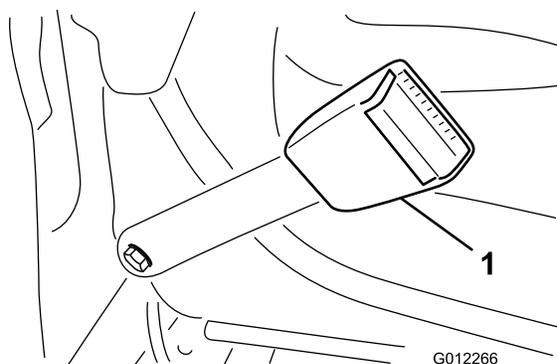

図 6
- シートベルトラッチの各端部を、運転席後ろの穴に取り付けるボルト7/16 x 1"2本、平ワッシャ7/16"、ロックワッシャ7/16"を使用する図6。